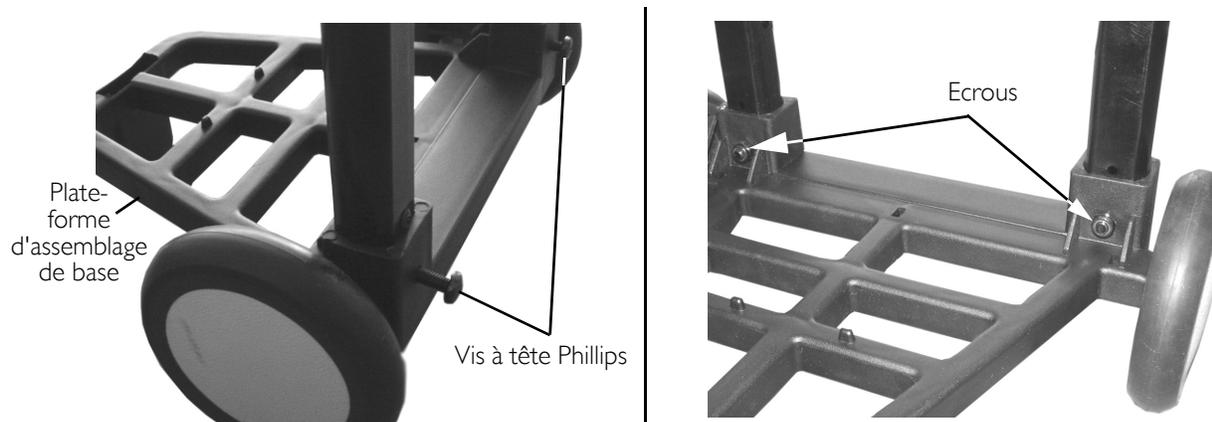

FIGURE 2 Fixation de la poignée à l'ensemble de base
4. Insérez la vis dans l'empreinte carrée de la base, en vous assurant que la vis sorte par l'autre côté de l'empreinte tournée vers la plate-forme de la base (FIGURE 2).
5. Vissez l'écrous sur la vis et serrez en fixant la poignée à la base (FIGURE 2).